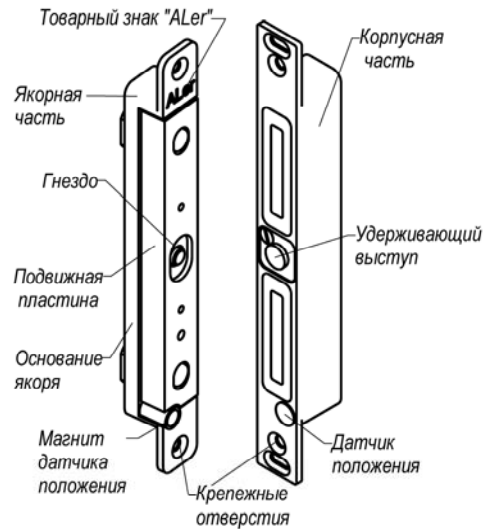

Рис.1
4.1 ЗАМОК состоит из корпусной и якорной частей. Корпусная часть монтируется в дверной коробке, якорная часть - в двери. При закрытии двери подвижная пластина якорной части (рисунок 1) притягивается к рабочей поверхности корпусной части, при этом удерживающий выступ на корпусе входит в соответствующее гнездо пластины якоря и блокирует дверь. Величина удерживающего усилия замка определяется конструктивными размерами удерживающего выступа. При снятии напряжения питания ЗАМОК разблокируется, что приводит к отпиранию двери.
4.2 Датчик Холла, расположенный на фланце корпуса (датчик положения), и магнит датчика положения, расположенный в якорной части (рисунок 1), используются для управления внутренней электронной схемой замка и определяют режимы «ПОДБРОС» и «УДЕРЖАНИЕ». При закрывании двери по сигналу датчика положения выполняется включение обмоток замка большим током намагничивания. Тем самым реализуется режим активного притягивания («подброс» якоря). Режим «ПОДБРОС» длится 4 – 5 секунд, после чего происходит переключение в режим «УДЕРЖАНИЕ» в заблокированном положении с пониженным током потребления.
Якорная часть вертикального варианта должна быть сориентирована в гнезде по установочной метке в виде товарного знака «ALer» направлением вверх (рисунок 1), для горизонтального варианта знак «ALer» на якорной части должен находиться ближе к оси поворота двери (рисунок 3).
5.3 Для монтажа корпусной части в дверной коробке подготавливается аналогичное гнездо напротив гнезда в двери. Корпусная часть замка ориентируется относительно якорной части по датчику положения на фланце замка. Датчик положения на корпусе должен находиться напротив магнита на якорной части (рисунок 1). Рекомендуется гнездо делать на 2-5мм шире корпуса,